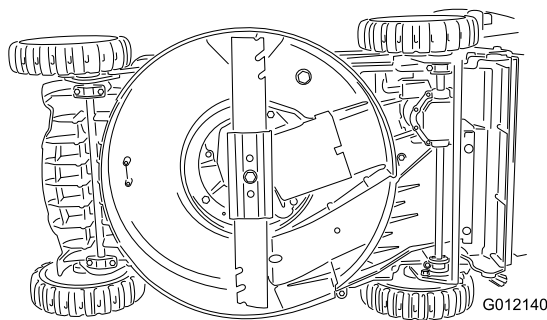

Bild 25
2. Kippen Sie die Maschine immer so auf die Seite, dass der Peilstab nach unten zeigt (Bild 25).